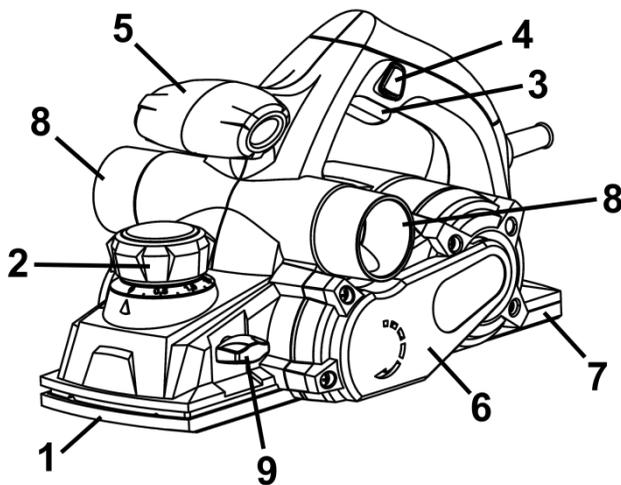

Рисунок 1
Для включения изделия вначале нажмите кнопку блокировки клавиши выключателя (4), а затем нажмите пусковую клавишу (3, рисунок 1). Для отключения изделия клавишу (3) следует отпустить. Чтобы обработка была наиболее эффективной, рекомендуется закреплять заготовку под небольшим углом, а строгание производить сверху вниз.